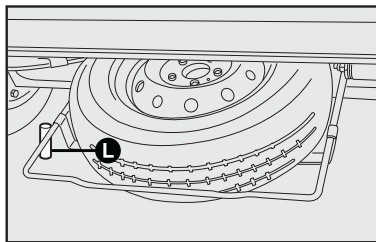
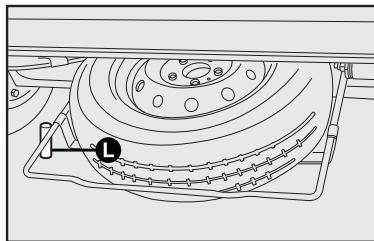
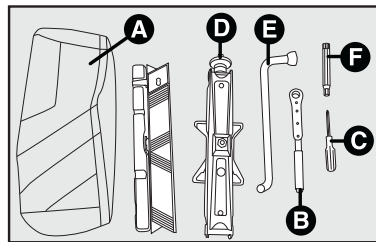

fig. 4
fig. 5
fig. 6
- deixar à mão a bolsa de ferramentas **A-fig. 6**;
- retirar os tampões de plástico **A-fig. 4**;
- soltar com a chave catraca **B-fig. 4** e **6** e o prolongamento **F-fig. 6**, os dois parafusos **C-fig. 4** que se tornam visíveis;
- desencaixar o suporte da roda utilizando a chave **E-fig. 6** introduzida na sede **L-fig. 5** existente no lado esquerdo do suporte. Forçar um pouco para cima para possibilitar a retirada dos ganchos que sustentam o suporte da roda.
- 3) Girar a luva **D-fig. 6** para abrir parcialmente o macaco.
5) Introduzir na luva o prolongamento **F-fig. 6** e depois a chave catraca **B** e levantar o veículo até que a roda se levante alguns centímetros do chão.
- recolocar o macaco, o triângulo de segurança e as ferramentas na bolsa **A-fig. 6** e guardá-la sob o banco do lado direito da cabine.